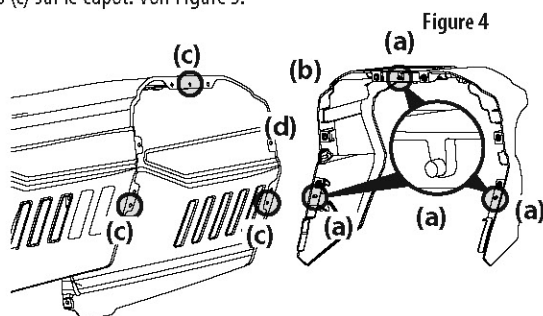

Figure 5
La bordure du capot (b) a trois (3) pattes d'alignement (a) qui doivent s'aligner avec les trous (c) sur le capot. Voir Figure 5.